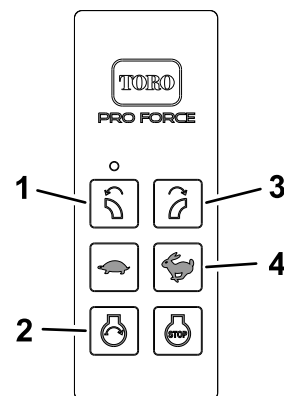

図 18
1. ハンドヘルドリモートの START ボタン 図 18 を押す。